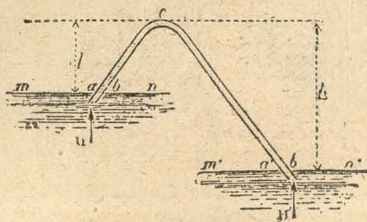

Fig. 66.—El sifón.
1. **El sifón** (fig. 66).—Es un tubo encorvado de ramas desiguales, abierto en sus dos extremidades, que sirve para traségar los líquidos sin mover los vasos que los contienen.
**2. Teoría del sifón.** — Consideremos una molécula de agua en  $c$  (fig. 66). Esta molécula soporta de izquierda á derecha una presión igual á la presión atmosférica  $H$  expresada en la columna del líquido, disminuída de la columna  $h$ , sea  $H-h$ ; y de derecha á izquierda, una presión igual á  $H-h'$ . Ahora bien, siendo  $h$  menor que  $h'$ , resulta que  $H-h$  es mayor que  $H-h'$ . Luego la molécula  $c$ , obedeciendo á la fuerza mayor, correrá hacia  $b'$ , y con una velocidad tanto mayor cuanto mayor sea la diferencia  $h'-h$ .